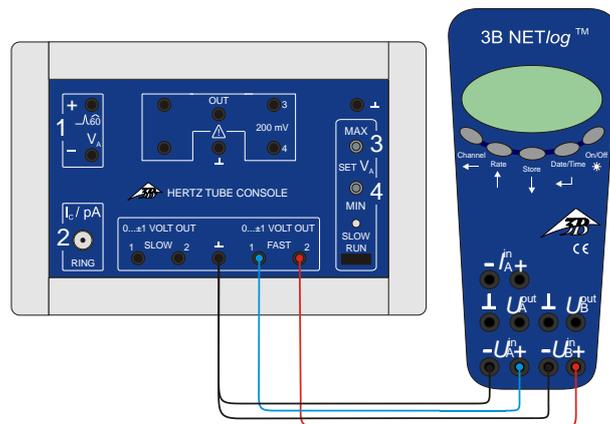

Fig. 2 Collegamento del 3B NET/log™ al dispositivo di comando per tubi per potenziale critico
- Collegare l'uscita Fast1 dell'unità di comando all'ingresso A e l'uscita Fast2 all'ingresso B di 3B NET/og™. (Vedere Fig. 2)